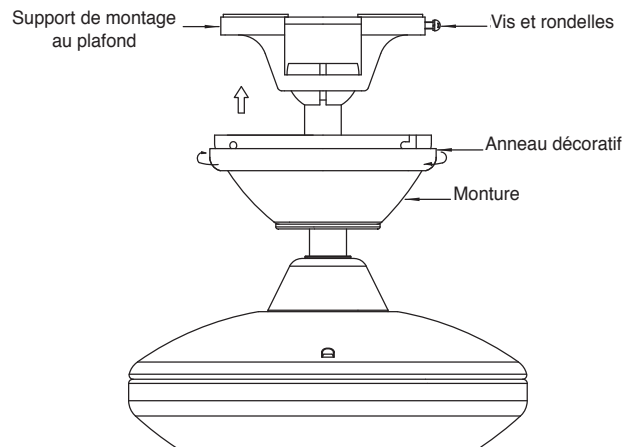

Fig. 12
Étape 2. Faites glisser la monture jusqu'au plafond et fixez la monture au support de montage au plafond, à l'aide des 4 vis sur le bord supérieur du support de montage. Insérez chaque vis dans le trou de montage de la monture et dans le support de montage. Serrez bien toutes les vis. (Fig. 12)